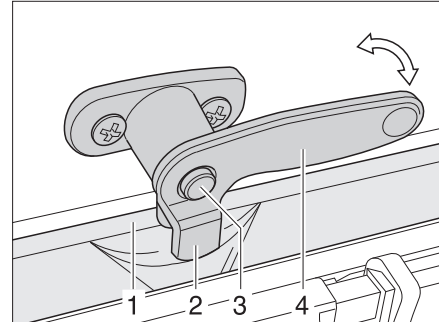

Bild 77 Verriegelungshebel mit Sicherungsknopf in Stellung "Dauerbelüftung"
- Falls vorhanden, den Sicherungsknopf (Bild 77,3) drücken und gedrückt halten.